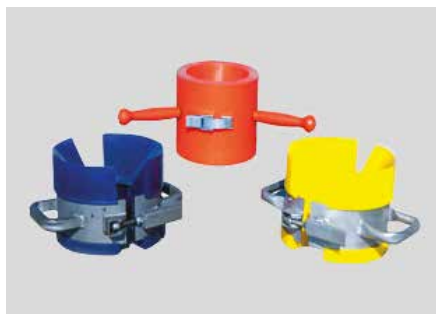

Рис.15
- Чтобы снизить риски повреждения области уплотнения ниппеля при посадке трубы и перекоса резьбы, рекомендуется использование пластиковых или резиновых направляющих воронок, устанавливаемых на муфту соединения (см. рис.15).